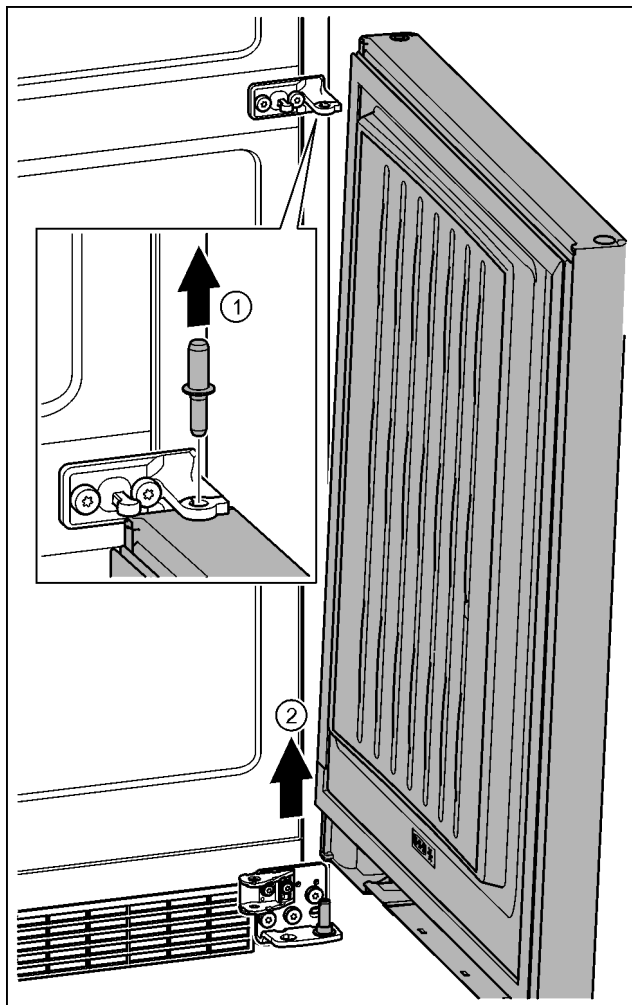

Fig. 22
- ▶ Sworznie wyjąć w górę. Fig. 22 (1)
- ▶ Drzwi wyjąć pociągając w górę, a następnie odstawić z boku. Fig. 22 (2)